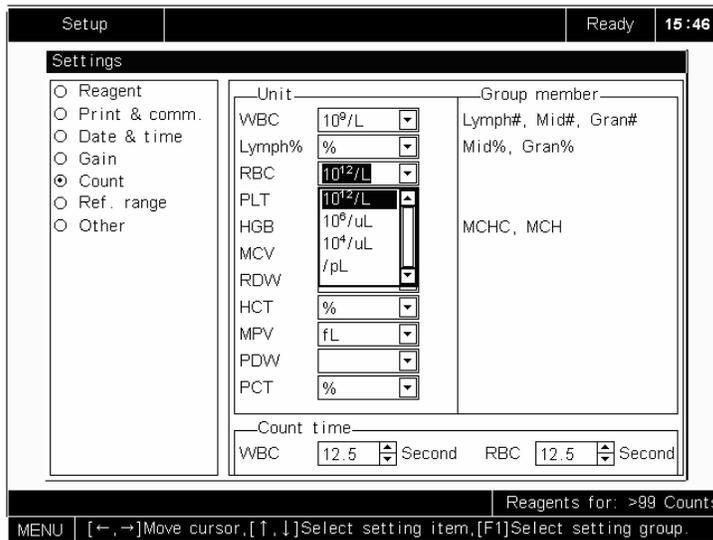

Рисунок 5-24 Выбор единиц измерения
3. Выберите нужные Вам единицы измерения для нужных Вам параметров, как показано на рис. 5-24.